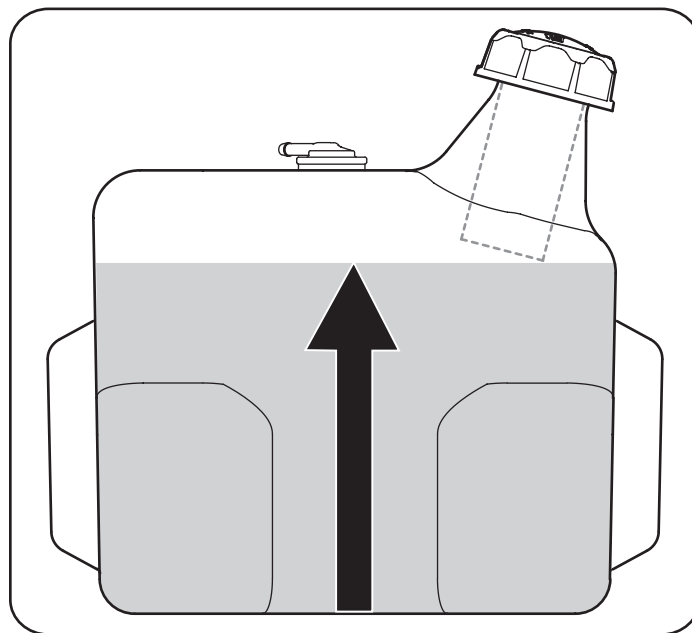

Figura 9
2. Cargue el depósito de combustible con gasolina. Sólo se debe utilizar gasolina limpia, nueva (con menos de 30 días de antigüedad) y sin plomo. Llene el tanque no más de 1/2 pulgada por debajo de la base del cuello del tapón de carga, para dejar espacio para la expansión del combustible. Consulte la Figura 9.
¡IMPORTANTE! No llene en exceso el depósito de combustible. Llene el tanque no más de 1/2 pulgada por debajo de la base del cuello del tapón de carga, para dejar espacio para la expansión del combustible. Consulte la Figura 9.